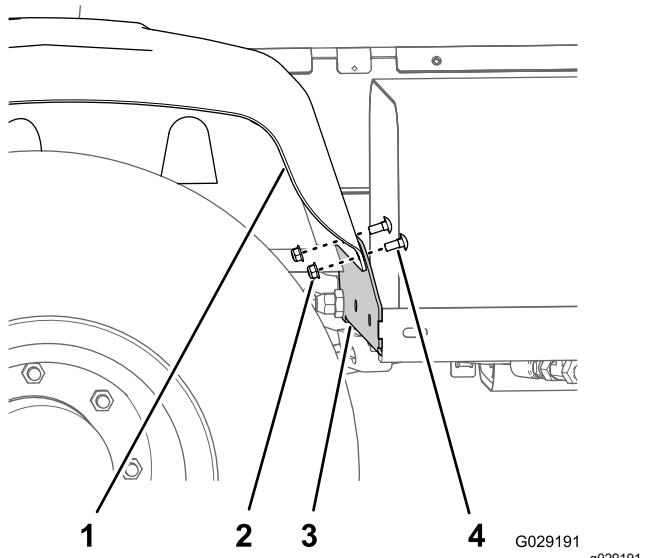

Figura 4
1. Retire los 2 pernos de cuello cuadrado y las 2 contratuerca con bridales que sujetan el guardabarros trasero derecho al soporte del guardabarros delantero (Figura 4).